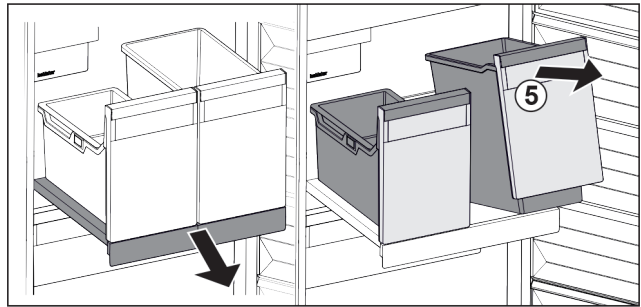

Fig. 100
- Soulever les bacs Fig. 100 (5) par l'avant.